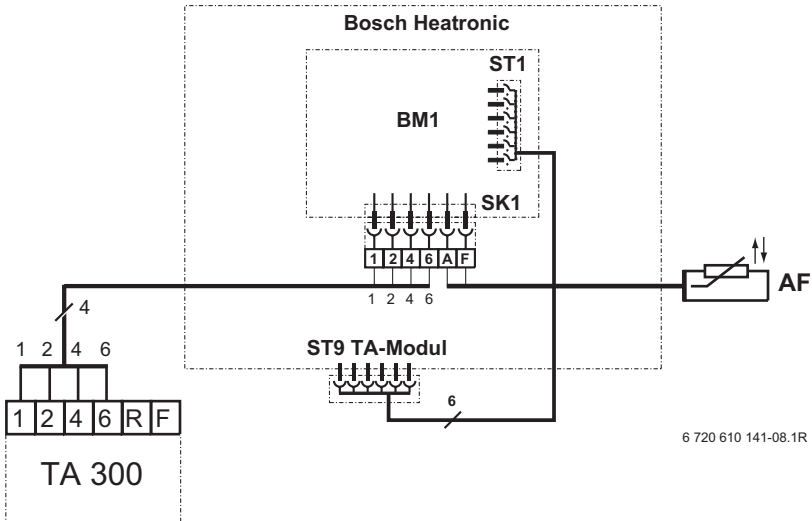

Bild 19 Kesselthermen: TA 300 z.B. direkt am BM 1 anschließen.
- ▶ Regler oder Busverbindung anschließen (Bild 19).